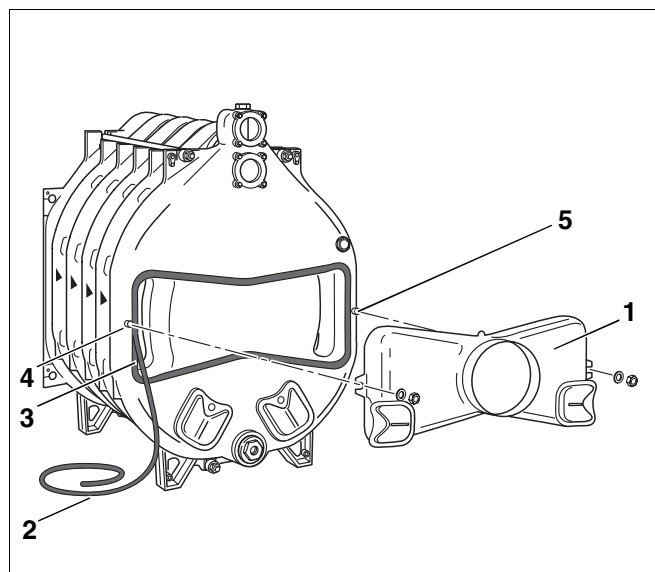

Fig. 24 Montasje – røykgassamler
For å tette forbindelsene mellom kjelen og røykgassamleren (fig. 24, **pos. 1**) skal det brukes KM-snor (fig. 24, **pos. 2**).
Pakningssnoen skal legges i slik at pakningssnoens skjot ligger på siden av noten (fig. 24, **pos. 3**).
- Sett røykgassamleren på de to pinneskruene på bakelementet (fig. 24, **pos. 4 og 5**) og skru den fast ved hjelp av underlagsskiver og mutre.